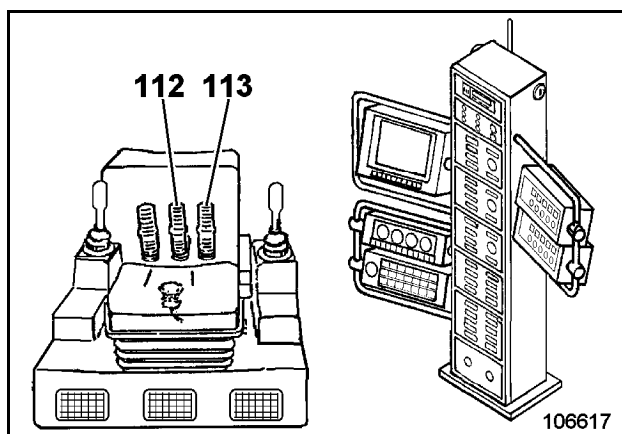

Fig. 2-97:
- pisar solamente el pedal (112, Fig. 2-97:) hacia delante.